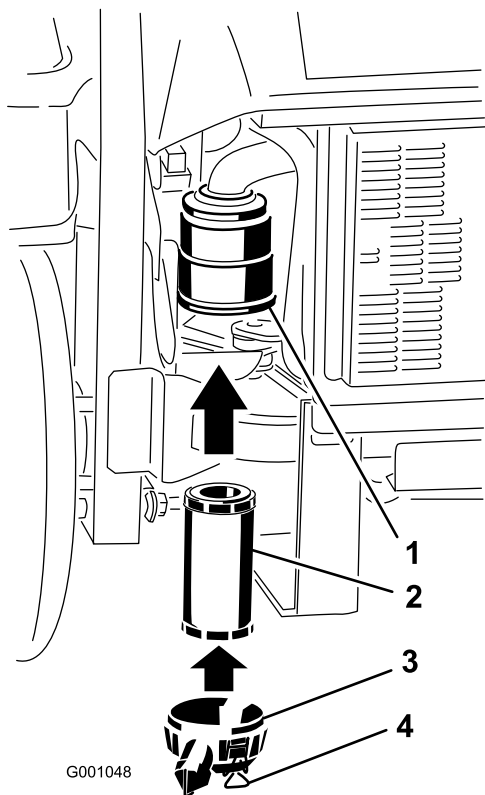

Figura 59
2. Cuidadosamente, faça deslizar o filtro para o corpo do filtro (Figura 59).
3. Monte a cobertura do filtro de ar e fixe os trincos (Figura 59).